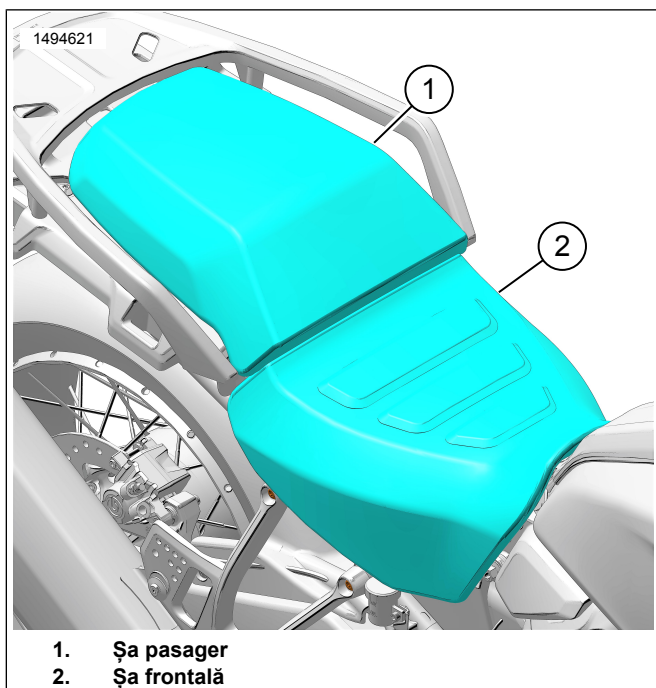

Figura 2. ȘaUA
1. A se vedea figura 2. Scoateți șaua pentru pasager (1) și șaua (2). Consultați manualul de service.
1. A se vedea figura 2. Montați șaua (2) și șaua pentru pasager (1). După montarea șeii, trageți de ea în sus pentru a verifica fermitatea fixării. Consultați manualul de service.